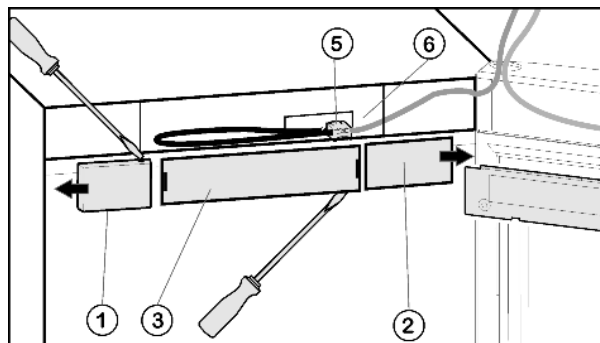

Fig. 4
- ▶ Снятие крышки со стороны ручки Fig. 4 (1): справа выведите из фиксатора при помощи плоской отвёртки и сдвиньте наружу.
- ▶ Снятие крышки со стороны шарнира Fig. 4 (2): слева выведите из фиксатора при помощи плоской отвёртки и сдвиньте наружу.
- ▶ Снимите переднюю накладку Fig. 4 (3) с помощью плоской отвёртки.
- ▶ Снимите контакт и извлеките разъём Fig. 4 (5).
- ▶ Высвободите из направляющей серый кабель Fig. 4 (6).
- Снова установите разъем Fig. 4 (5).
- Снова установите крышку Fig. 4 (3).
- Установите крышку Fig. 4 (2) снаружи со стороны шарнира с поворотом на 180° и защелкните ее.
- Установите крышку Fig. 4 (1) снаружи со стороны шарнира с поворотом на 180° и защелкните ее.